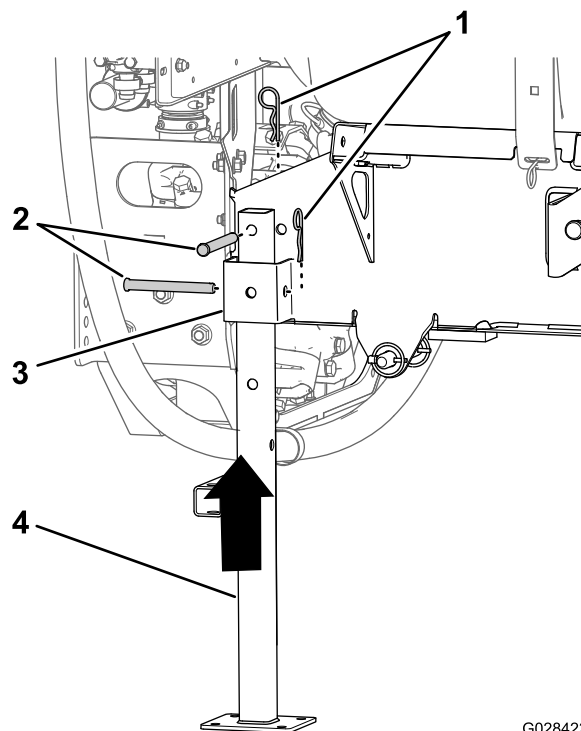

Figura 136
- Alinee el soporte fijo trasero con el receptor del soporte fijo trasero (Figura 136).
- Alinee el orificio de la parte superior del soporte fijo con el orificio del bastidor del patín del depósito (Figura 136).
- Sujete el soporte fijo al receptor y al bastidor con dos pasadores (1/2" x 4 1/2") y dos chavetas (5/32" x 2 5/8"), como se muestra en la Figura 136.